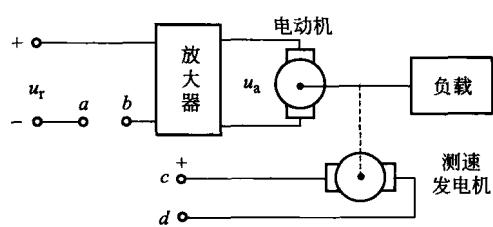

图 1-17 速度控制系统原理图
12. 根据图 1-17 所示的电动机速度控制系统工作原理图，完成：